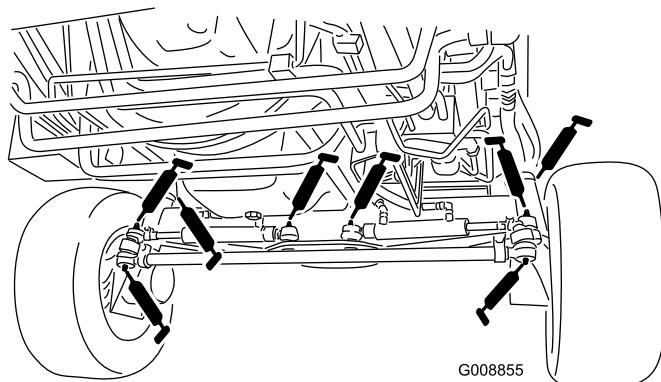

図 51
- ・ ステアリングシリンダのボールジョイント (4ヶ所) (図 51)
- ・ タイロッドのボールジョイント (2ヶ所) (図 51)
- ・ キングpinのブッシュ (2ヶ所) (図 51)